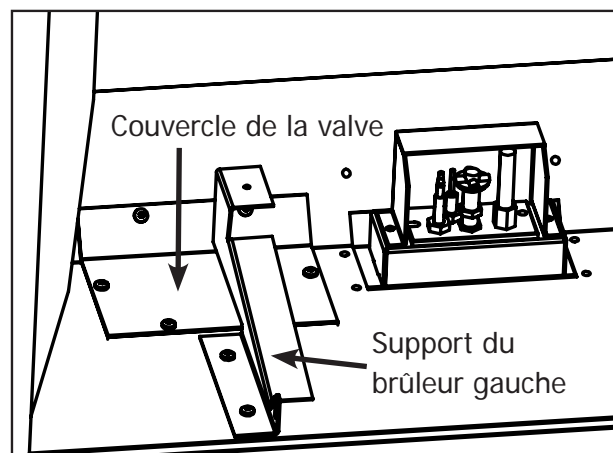

Figure 21: Couvercle de la valve et support du brûleur.
5. Ensuite, retirez les six vis qui maintiennent le couvercle de la valve en place (souligné dans la figure 21).